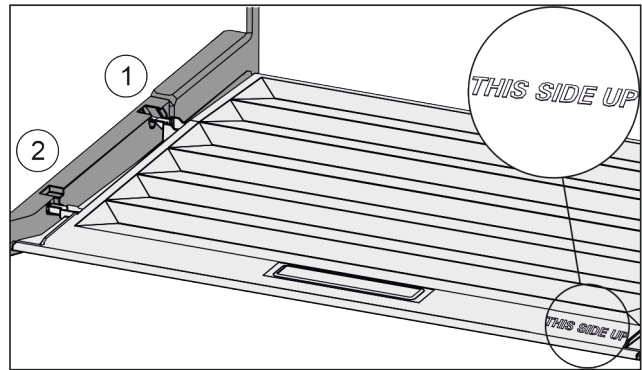

*Fig. 114*
- ▶ Потянуть крышку до отверстия в поддерживающих деталях вперед *Fig. 114 (1)*.
- ▶ Поднять сзади снизу и извлечь *Fig. 114 (2)* движением вверх.